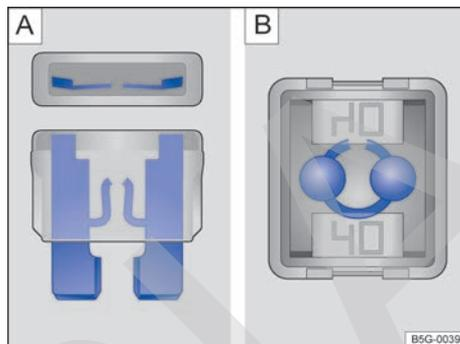

Fig. 179 Fusible fundido: **A** Fusible enchufable plano. **B** Fusible tipo bloque.
- Se puede saber si un *fusible enchufable plano* (ATO®, MINI®) está fundido por la tira de metal quemada visible desde arriba y desde los laterales a través de la carcasa transparente → fig. 179 [A].
- Se puede saber si un *fusible tipo bloque* (JCASE®) está fundido por la tira de metal quemada visible desde arriba a través de la carcasa transparente → fig. 179 [B].